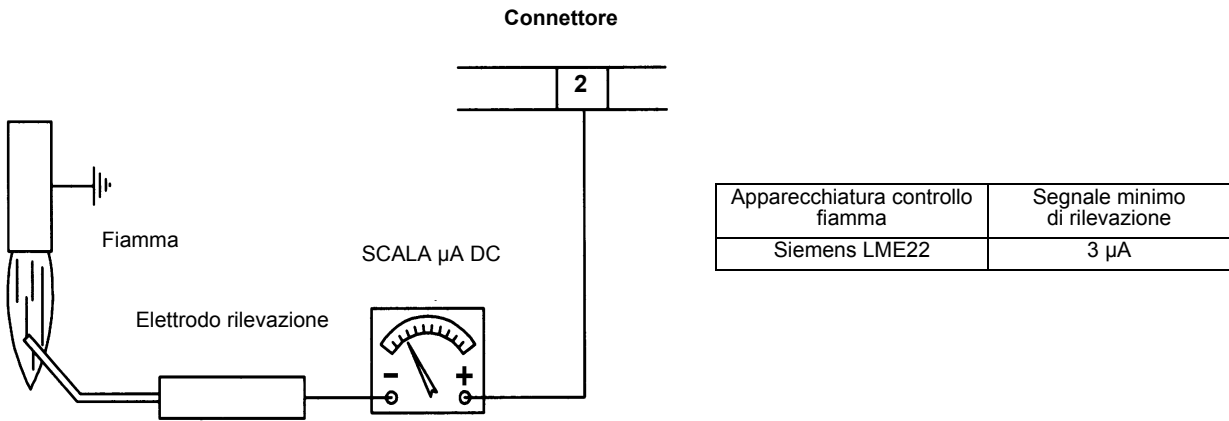
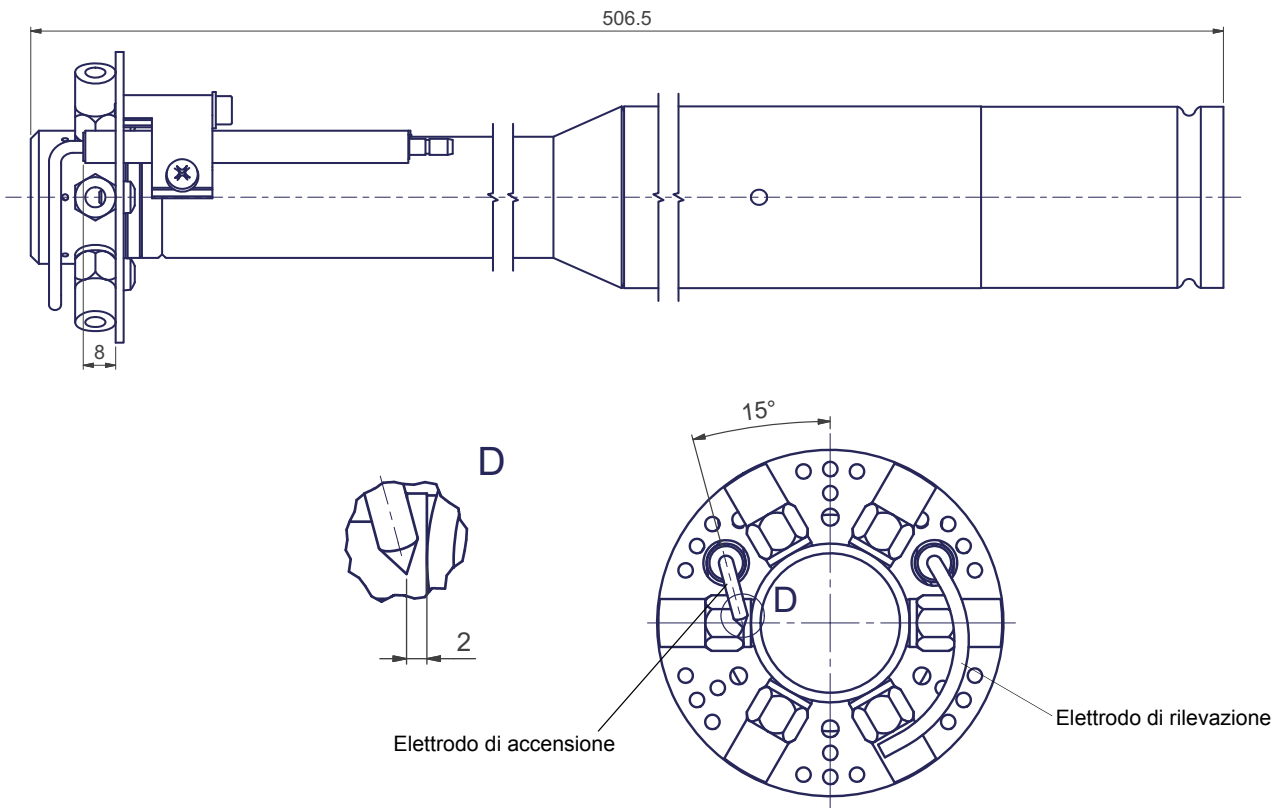

Fig. 52
Fig. 53
- Esame elettrodi di accensione e di rilevazione, pulizia, eventuale registrazione e se necessario sostituzione (vedi Fig. 53). In caso di dubbio verificare il circuito di rilevazione, dopo aver rimesso in funzione il bruciatore, seguendo lo schema in Fig. 52
Nel caso in cui il bruciatore vada in blocco, eseguire i seguenti controlli. Per misurare il segnale di rilevazione seguire lo schema in Fig. 52. Se il segnale è inferiore al valore indicato, verificare la posizione dell'elettrodo di rilevazione, i contatti elettrici ed eventualmente sostituire l'elettrodo di rilevazione.